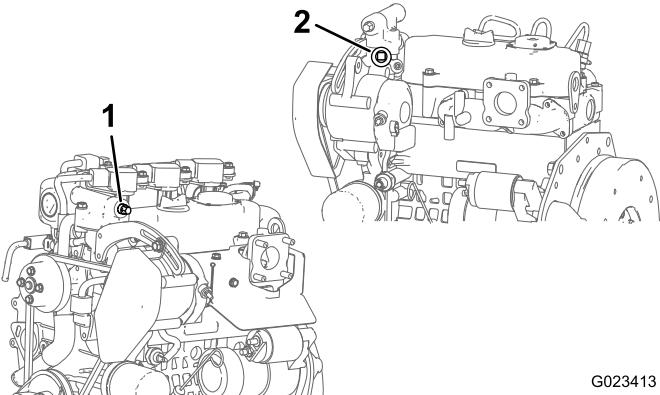

Figura 10
1. Retire el tapón o el interruptor de temperatura, dependiendo del tipo de motor de la máquina (Figura 10).
- Motores de gasolina: Retire el tapón del alojamiento del termostato e instale el acoplamiento recto de 5/8 pulgada con una abrazadera sínfin (Figura 10).
- Motores diesel: Retire el interruptor de temperatura del alojamiento del termostato e instale un acoplamiento en T (Figura 10).